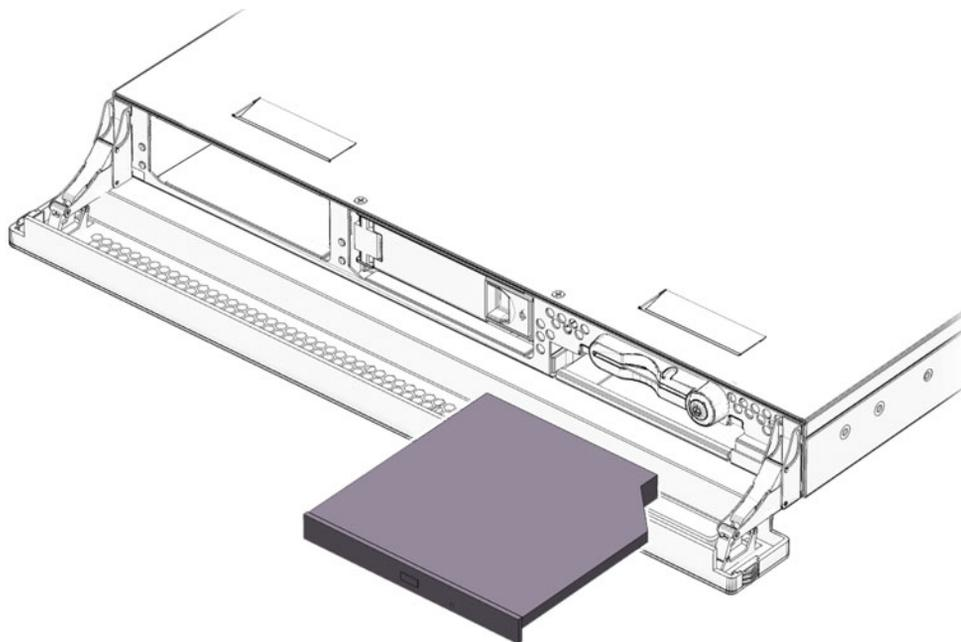

图 2-4 拆除 DVD 驱动器
8. 打开将 DVD 驱动器固定到机架的锁扣（图 2-4）。